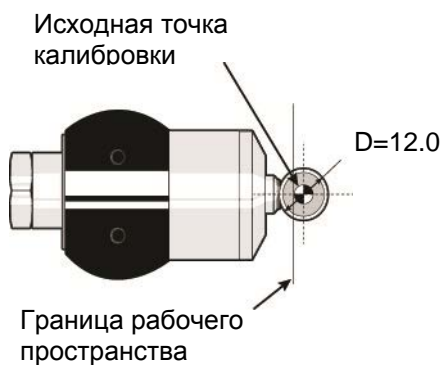

Рис. 3.3 Настройка круглого щупа
- Cc = Расстояние от верхней грани (Z) до нижней стороны щупа (это значение должно вводиться в случае использования измерительных циклов, обеспечивающих подачу вверх).
- Dd = Диаметр круглого щупа, если не используются входные параметры X и Y (см. Рис. 3.3).
Установка калибровочного инструмента на расстоянии 10 мм над верхней гранью щупа, как показано на Рис. 3.3.